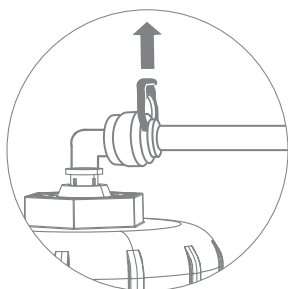
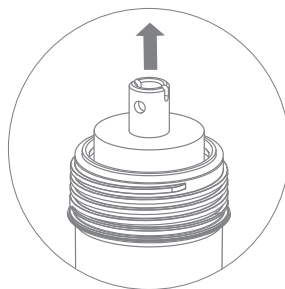

Рис. 26
Рис. 27
3. Отсоедините стопорную клипсу, фиксирующую цангу (рис. 26). Отсоедините трубку, удерживая цангу прижатой к корпусу (см. раздел «Удаление заглушек и отсоединение трубок» (стр. 8)). При необходимости отсоедините все трубки от корпуса мембраны и извлеките его из корпуса фильтра.
4. Открутите крышку корпуса мембраны (рис. 26), извлеките отработанную мембрану (рис. 27).